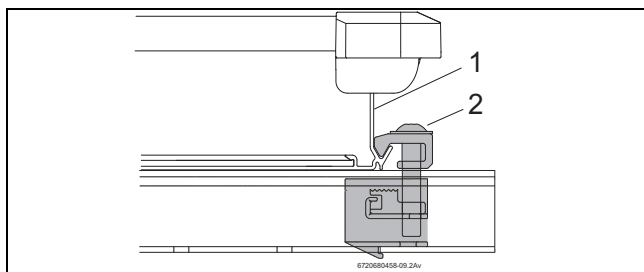

Fig. 65 Sujeción de captador sencilla atornillada
- Deslizar el captador (Fig. 65, [1]) con cuidado en la sujeción de captador sencilla y alinearlo horizontalmente.
- Atornillar la sujeción de captador sencilla con la llave SW5. El fijador (Fig. 65, [2]) de la sujeción del captador agarra ahora el canto inferior del captador.